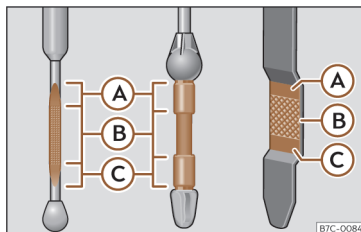

Fig. 231 Vareta de medição do nível de óleo.
Legenda da >>> Fig. 231:
- Em seguida, retire-a novamente e verifique o nível do óleo >>> Fig. 231. Caso seja necessário, reponha óleo do motor.
- Quando o nível de óleo atingir pelo menos a zona >>> **Fig. 231** , enrosque a tampa do bocal de enchimento com cuidado >>> .